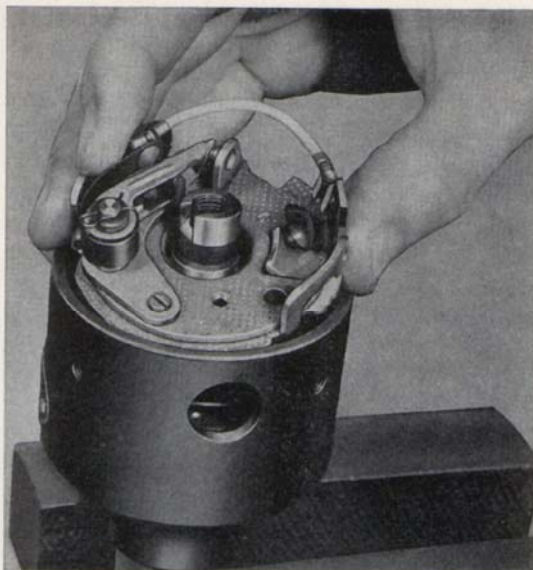

Bild 73. Montering av brytarplatta.
3. Smörj fördelaraxeln och sätt ner den i fördelarhuset. Kontrollera att axialjusteringsbrickorna kommer på rätt plats. Fiberbrickan skall ligga an mot fördelarhusets insida. Stålbrickorna skall ligga an mot medbringaren. Montera brytarplattan och bygelfjädrarna. Bild 73.